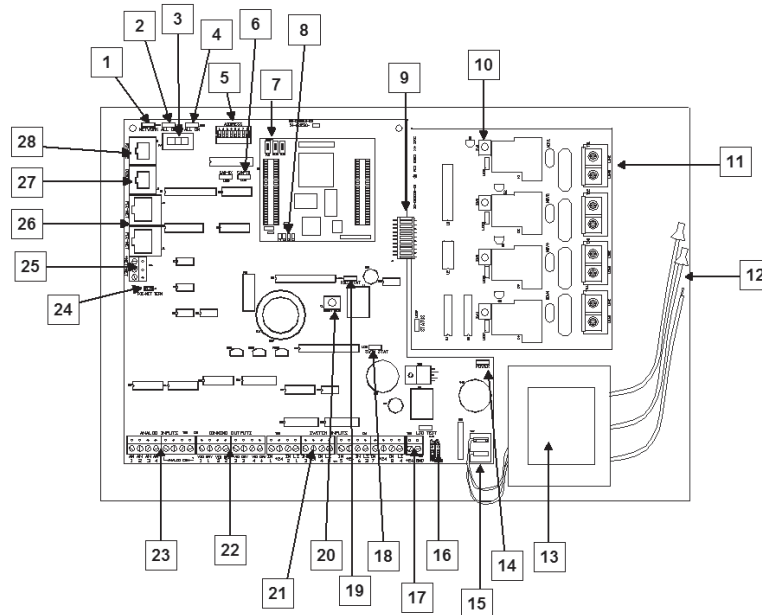

**Figura 15: Interruptores de reinicio en el CK-4A**
**Comando de reinicio simple:** Un comando de reinicio simple se usa para iniciar la nueva dirección de un panel con el panel. También se puede utilizar como técnica de resolución de problemas si el panel no responde o para liberar el microprocesador si el LED de estado del microprocesador de la unidad no parpadea. El comando de reinicio simple no provocará pérdidas en la programación del panel. Para iniciar un control de reinicio simple, presione el botón de reinicio hacia adentro y suéltelo de inmediato. (Remítase a la Figura 15 para ver la ubicación del interruptor de reinicio). Cuando presiona y suelta el botón de reinicio, el LED de estado podría parpadear brevemente antes de retomar su funcionamiento normal.